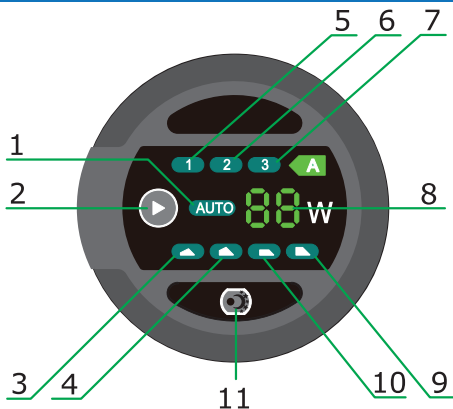

Рис.6 Панель управления насосом.
7.7. Выбор режима работы производится последовательным нажатием кнопки 2. Включение и отключение ночного режима производится нажатием кнопки 11 (см. Рис.6).